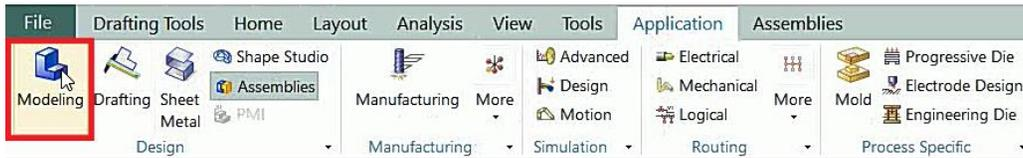

Figura 5.4 Pestaña **Application**, función **Modeling**
- En la **ribbon bar**, seleccionar la pestaña de **Application** y en la sección de **Design** dar click en **Modeling** (Figura 5.4).